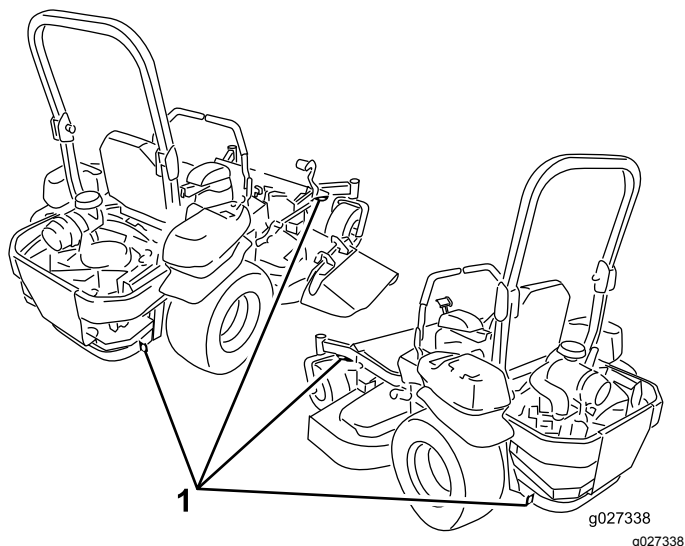

Figure 37
5. Servez-vous des points d'attache de la machine pour l'arrimer solidement sur la remorque ou le véhicule de transport au moyen de sangles, chaînes, câbles ou cordes (Figure 37).